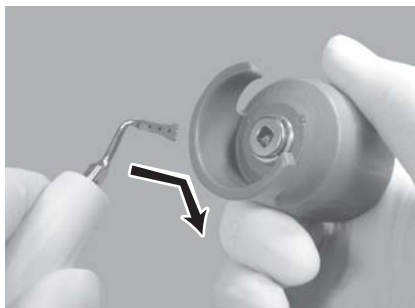

Fig.20
- 2) Alinhe as formas da ponta e do orifício da chave da ponta. Introduza a ponta no orifício (Fig. 20).